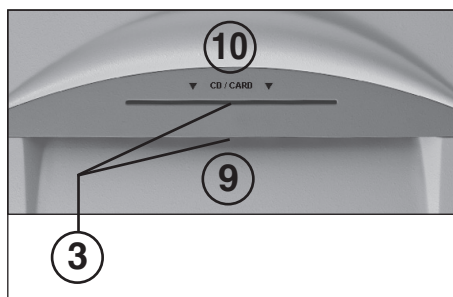

Abb. 2
- 3 = **Lichtschranke (Vorwärtslauf) (Abb. 2)**
- Papier durch den Papierzuführschacht (9) (Abb. 2) dem Schneidwerk zuführen.
- Datenträger (CD, DVD oder Kreditkarte) einzeln durch den separat angeordneten CD/DVD-Zuführschacht (10) (Abb. 2) dem Schneidwerk zuführen.